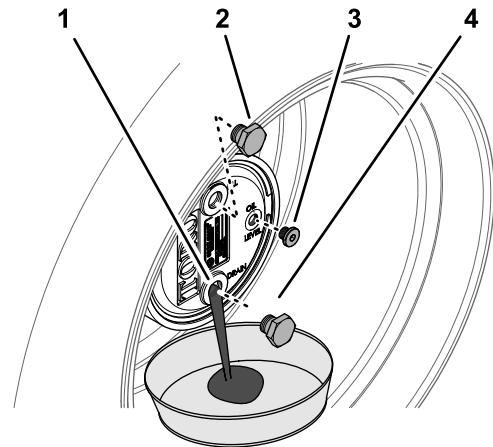

Bild 139
2. Entfernen Sie die Füllschraube, die auf 12 Uhr steht, und die Prüfschraube, die auf 3 Uhr steht (Bild 139).
3. Stellen Sie eine Auffangwanne unter die Nabe des Planetengetriebes, entfernen Sie die Ablassschraube, die auf 6 Uhr steht, und lassen das Öl vollständig ablaufen (Bild 139).
5. Setzen Sie die Ablassschraube in das Ablassloch des Planetengetriebegehäuses ein (Bild 139).